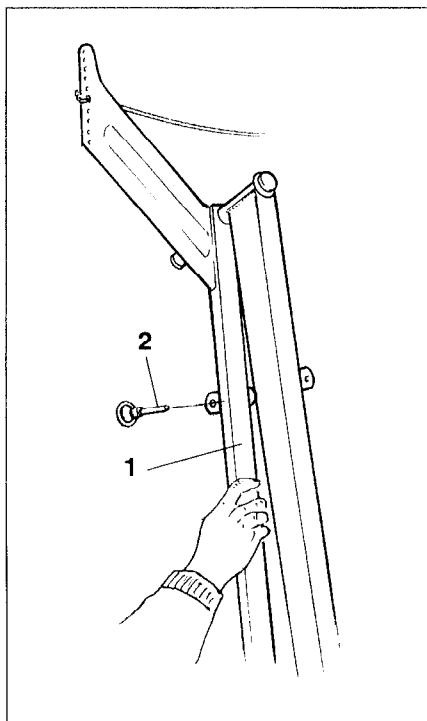

Fig. 10.9
- tenez fermement le tube articulé du traceur (fig. 10.9/1) et retirez la goupille agricole (fig. 10.9/2).